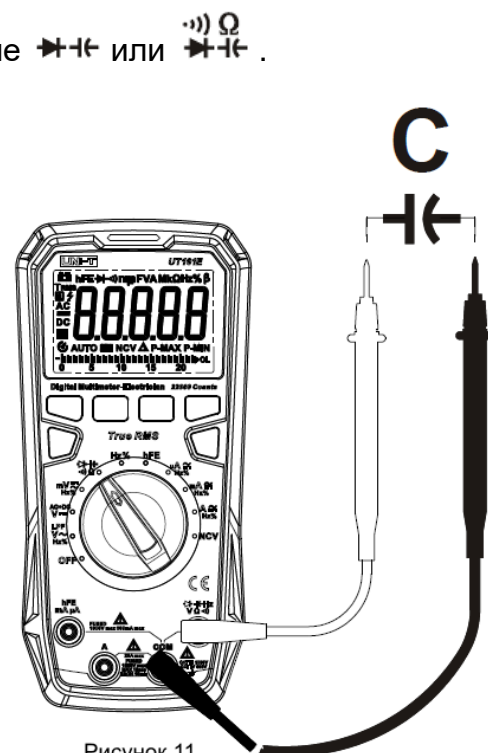

Рисунок 11
8. Измерение ёмкости (см. рисунок 11)